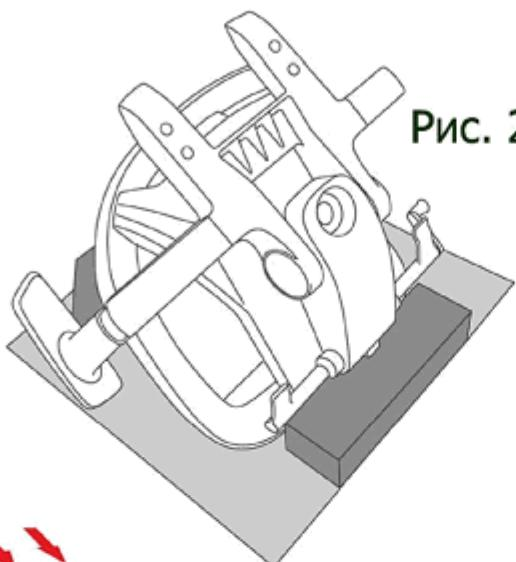

Рис. 2
1. Положите сиденье кресла на пол, как показано на картинке слева (Рис.2).